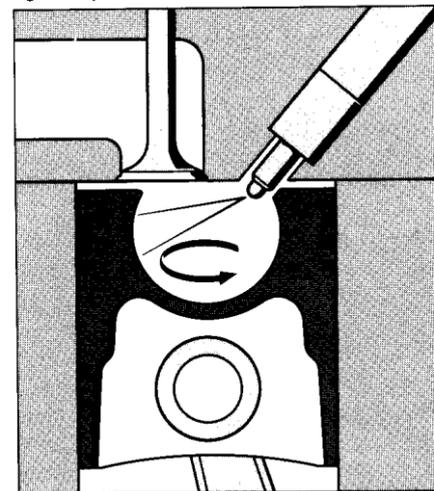

Fig.48
*b) procédé d'injection directe par application sur paroi (procédé M) (fig.48)*